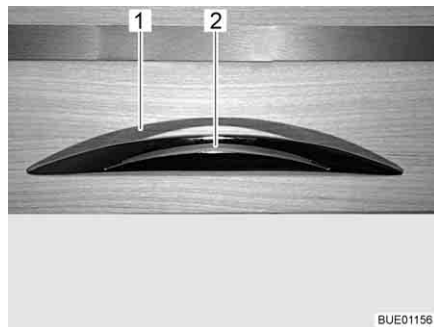

Fig. 53 Sportello del mobile con maniglia di sbloccaggio
- Premere la maniglia di sbloccaggio (Fig. 53,2) e mantenerla premuta.
- Tirare la maniglia di sbloccaggio (Fig. 53,1) finché lo sportello del mobile non si apre.